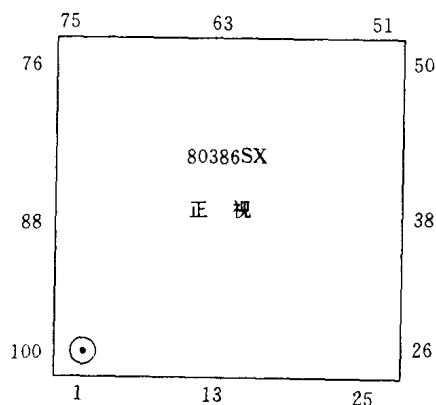

图 2-6 80386SX 的引脚配置
(2)80386SX CPU 的内部体系结构和总线周期与 80386DX CPU 完全相同,但地址总线减少为 24 位,数据总线减少为 16 位(内部仍为 32 位),它是用来填补 32 位 CPU 与 16 位 CPU 之间的空白的,也有称其为准 32 位 CPU 的。80386SX 有 100 个引脚,采用 PQFP(Plastic Quad Flat Package, 塑料方型扁平封装),售价较低,引脚配置如图 2-6。